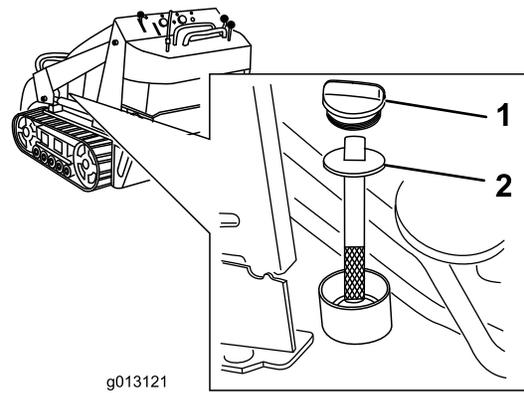

Figura 60
5. Pulite la zona intorno al collo del bocchettone del serbatoio idraulico (Figura 60).
6. Rimuovete il tappo del collo del bocchettone e controllate il livello del fluido sull'asta di livello (Figura 60).